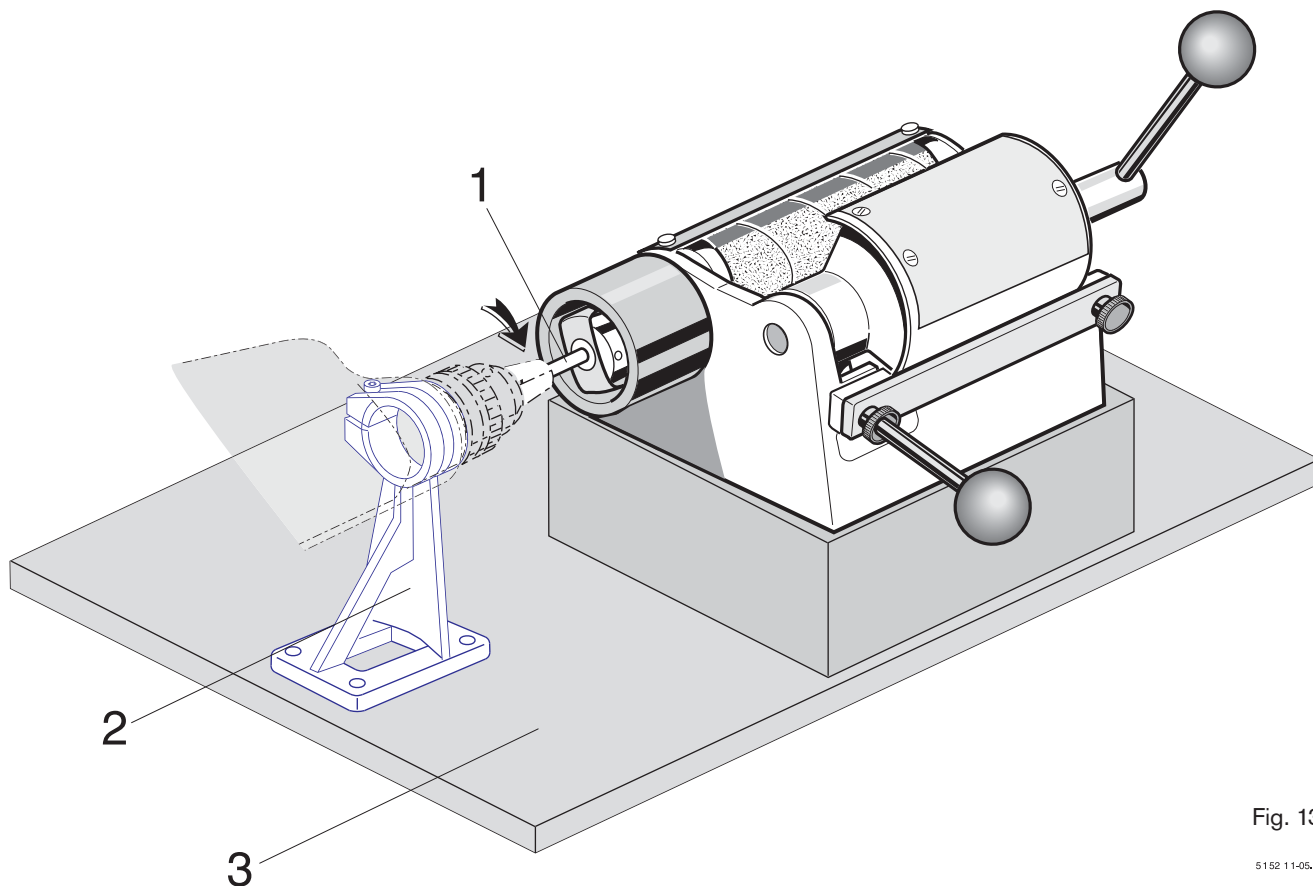

Fig. 13
■ **Azionamento (Fig. 13)**
■ **Accionamiento (Fig. 13)**
■ **Acionamento (Fig. 13)**